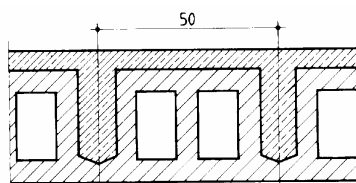

Bild 3.73 Stahlbetonrippendecke (Maße in cm)
- Welche Gewichtskraft in kN hat die Stahlbetonrippendecke in Bild 3.73 mit Betonzwischenbauteilen ($\rho = 2,3 \text{ kg/dm}^3$; 25 cm dick) und Deckenziegeln ($\rho = 0,9 \text{ kg/dm}^3$), die 4,68 m lang und 3,25 m breit sind? Die Gesamtdeckendicke beträgt 31,5 cm.